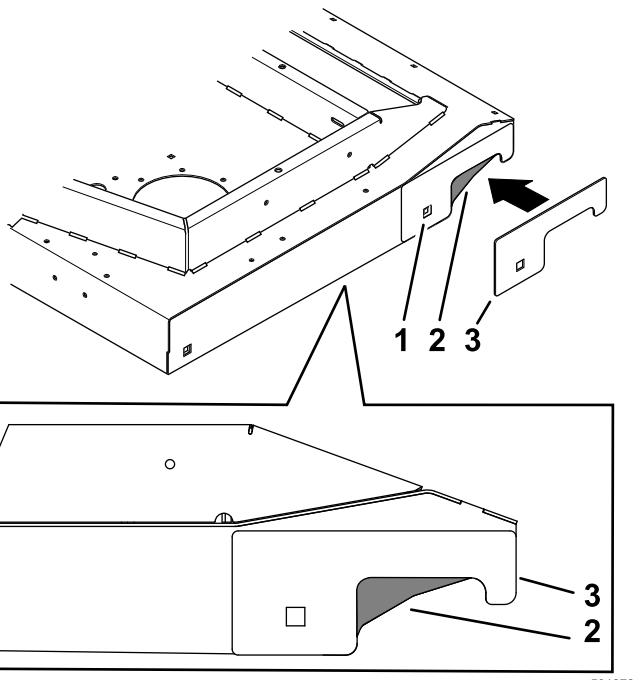

Figura 1
3. Alinee la plantilla e instale un perno de cuello cuadrado (Figura 1).
4. Marque la zona a retirar, retire la plantilla y retire el material de la unidad de corte (Figura 1).